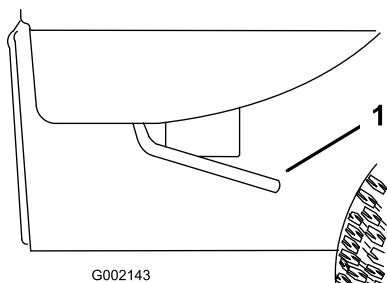

Bild 23
- Heben Sie den Hebel an beiden Seiten der Ladepritsche an und heben Sie die Ladepritsche an (Bild 23).